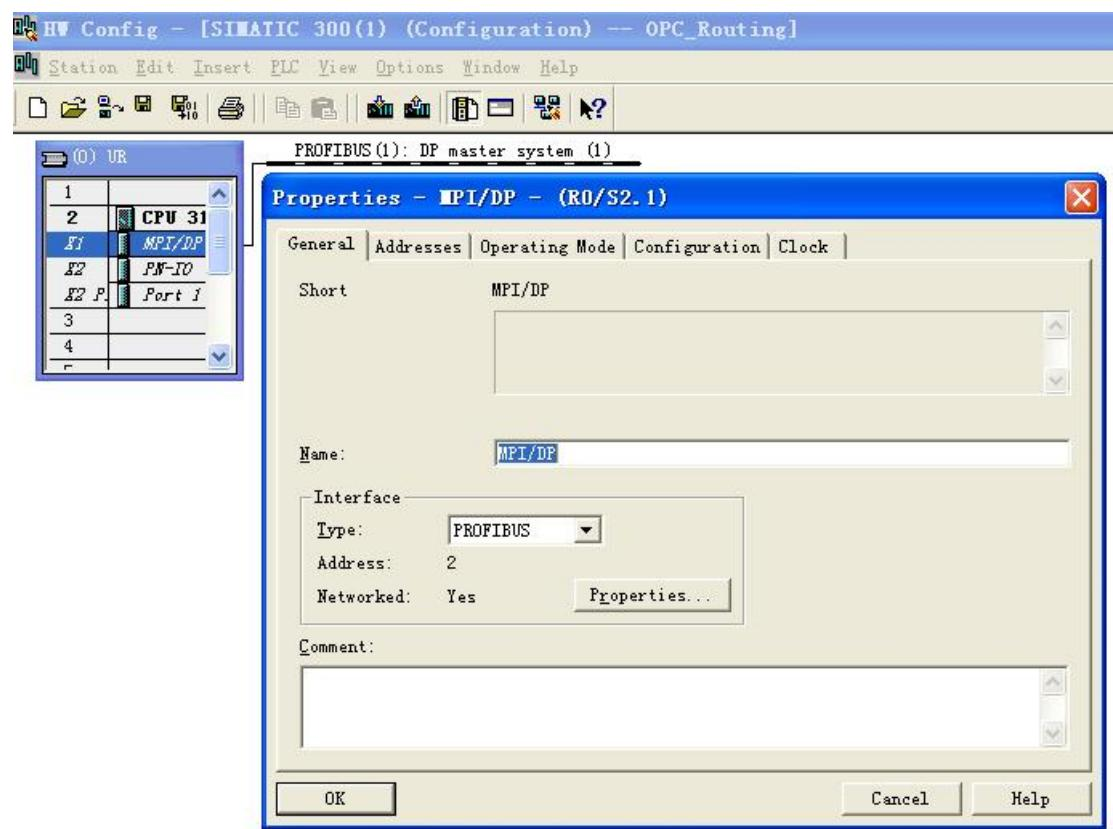
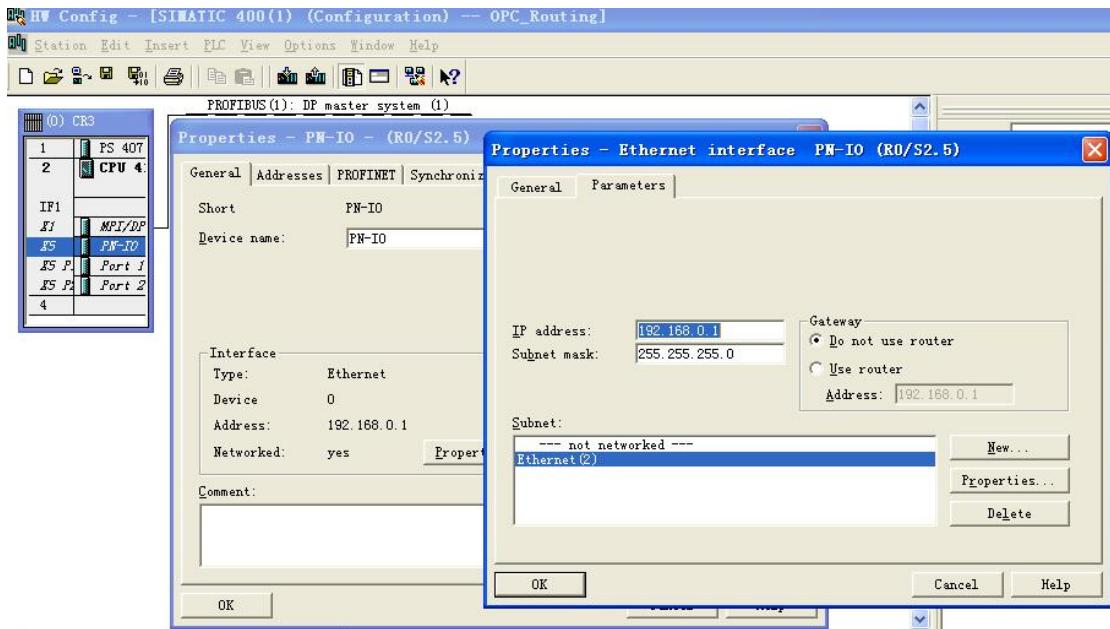

图 3
图 4
首先分别组态好 S7-300 站和 S7-400 站，S7-300 站点里 PROFIBUS 站号为 2，S7-400 站点里 PROFIBUS 站号为 4，它们属于同一网络 PROFIBUS (1)，S7-400 建立一个以太网网络 Ethernet (2)，IP 地址为 192.168.0.1。如图 3，图 4